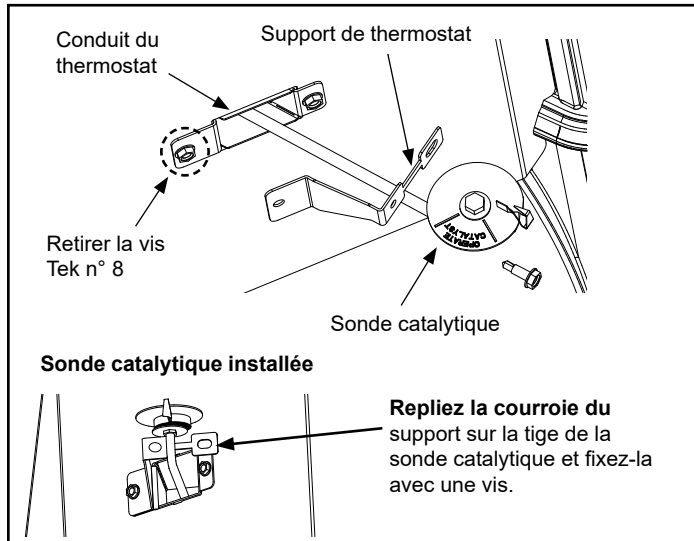

Figure 5.11 - Installer la sonde de température du catalyseur
Remarque : Il y a une section défonçable sur l'enveloppe d'air arrière qu'il faudra retirer avant d'installer le collet du conduit de cheminée, afin qu'il soit bien ajusté sur l'appareil, Figure 5.11.
1. Retirez la vis autotaraudeuse n° 8 tel qu'illustré à la figure 5.11.